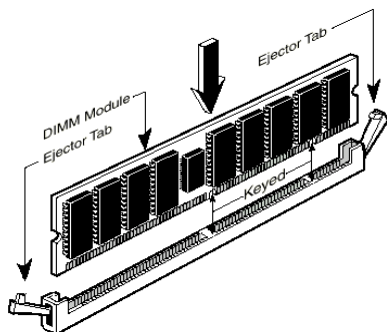

図 2-6 メモリモジュールのインストール
**ステップ 5.** 図のように、DIMM をメモリ拡張スロットに挿入します。図 2-6 でメモリモジュールにキーノッチ (keyed) があることを良く見てください。これは、DIMM が誤った方向に装着できないようにするためのものです。方向が誤っていないのを確認し、ソケット奥までしっかりと押し込んでください。イジェクトタブを内側に閉じて、切り欠き部分に入るのを確認します。